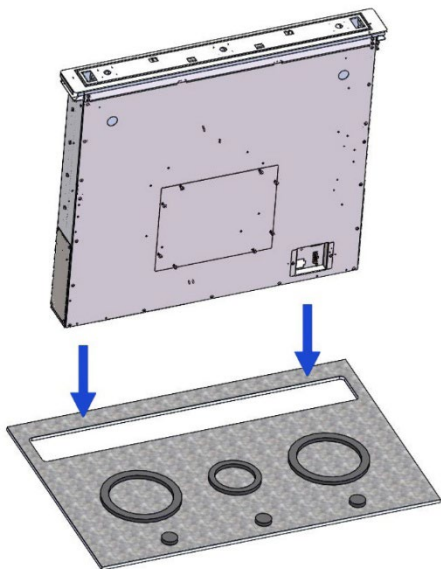

Fig. 14
7. Installer emhætten i den udskårne åbning ved at sænke den ned fra oven (se fig. 14).